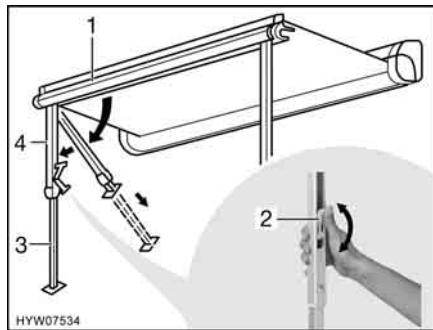

Fig. 14 Installazione dei montanti di supporto
- Rimuovere i montanti di supporto (Fig. 14,4) dal listello anteriore (Fig. 14,1) esercitando una leggera pressione verso l'esterno, quindi ribaltarli e collorci.
- Aprire il bloccaggio sui montanti di supporto. A tal fine ripiegare la leva di serraggio (Fig. 14,2) verso l'alto.
- Estrarre la parte inferiore dei montanti di supporto (Fig. 14,3) fino alla lunghezza desiderata.
- Chiudere il bloccaggio presente sui montanti di supporto. A tale scopo, spingere la leva di serraggio (Fig. 14,2) verso l'alto.